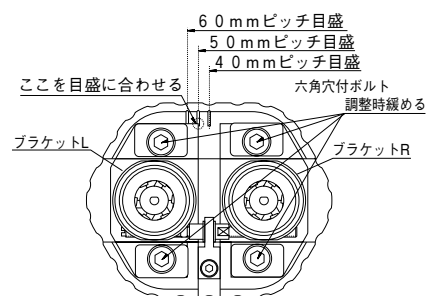

図7
- (1) 六角棒スパナ6でブラケットを固定している4本の六角穴付ボルトをゆるめてください。その際、六角穴付ボルトを本体から取りはずさないでください。(図7)
- (3) 穴あけピッチの調整は左右のパイロットピン先端をスケールなどに合わせ穴あけピッチを調整してください。なお、ブラケットLをギアボックススライド面にある目盛に図7のようにあわせれば、容易に穴あけピッチが40mm、50mm、60mmに調整することができます。
- (4) 穴あけピッチ調整後は六角穴付ボルトを締め付け、ブラケットL,Rを確実に固定してください。(図7)